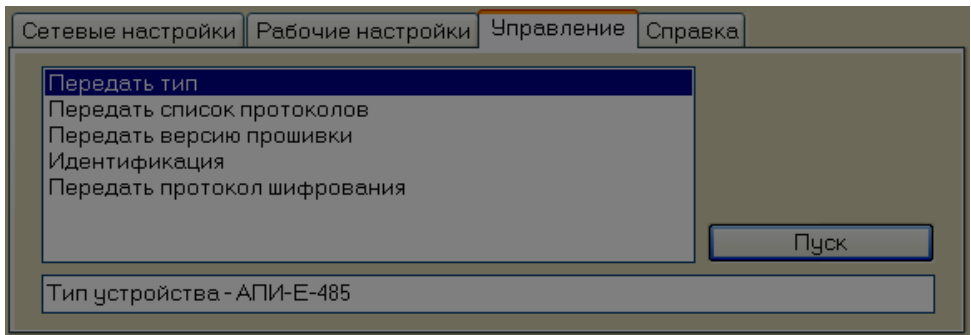

Рисунок 2.8. Команды диагностики.
- выбрать закладку «Управление» (см. рисунок 2.8);